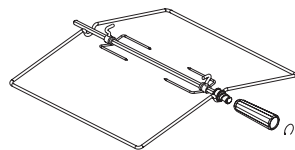
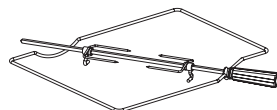

рис. 14
рис. 14.1
- 1.Плиты могут комплектоваться вертелом различной конструкции, со съемной рукояткой (рис.14). В зависимости от комфортности плиты могут комплектоваться вертелами другого исполнения (рис.14.1). Для вертела (рис. 14, рис.14.1) при установке и извлечении использовать рукоятку, которая накручивается на резьбовую втулку.
Во время приготовления дверца должна быть закрыта, для вертела (рис. 14, рис. 14.1) рукоятка должна быть снята.